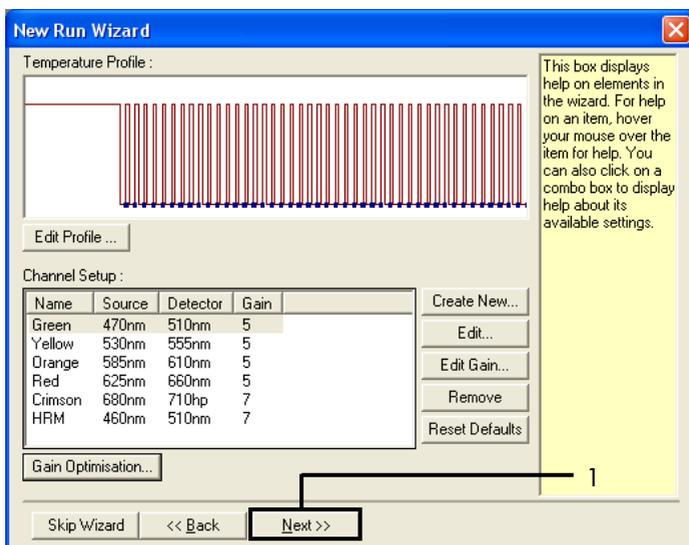

Abbildung 35. Temperaturbearbeitungsfenster des Dialogfelds „New Run Wizard“ (Assistent für neue Läufe) (1 = „Next“ (Weiter)).
4. Klicken Sie auf Next (Weiter) (Abbildung 35).